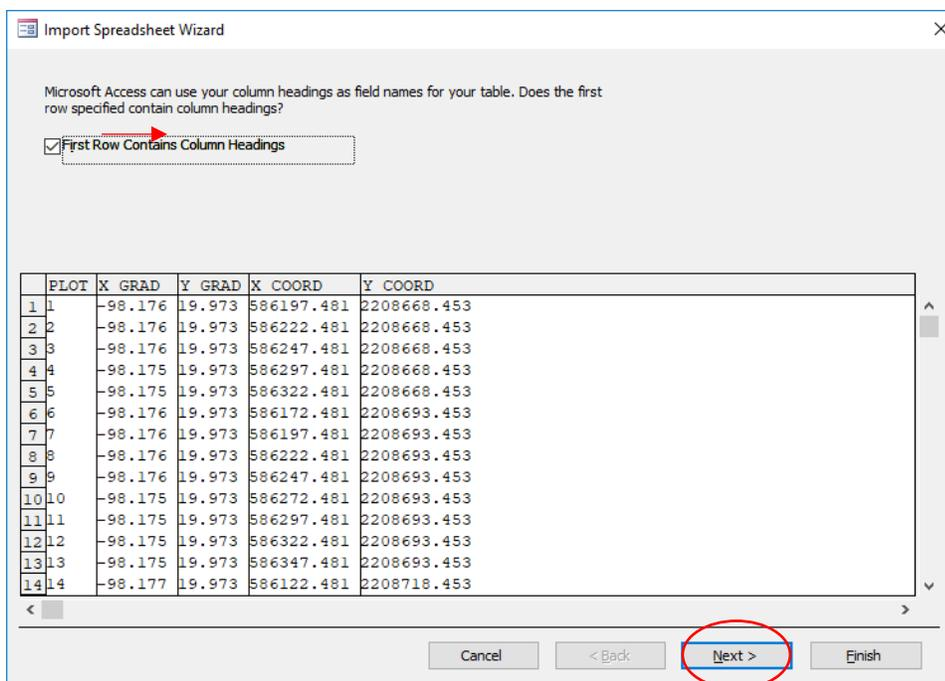

Figura 20. Importar Hoja de Excel
- 3.5 Una imagen de la tabla que se va a importar aparecerá (Figura 20); asegurarse en seleccionar la opción [First Row Contains Column Headings]. Dar clic en [Next].